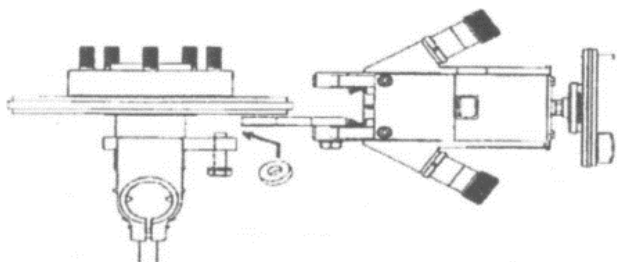

Рисунок 25
7.6.1 Установите CL-801 в требуемое положение (рис. 25 и 26)